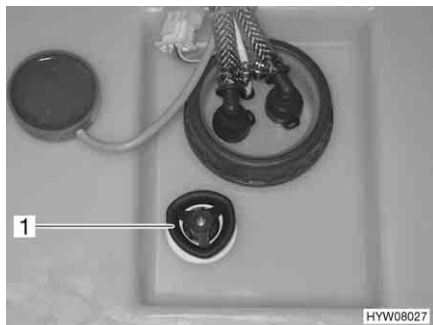

Fig. 114 Serbatoio dell'acqua con maniglia girevole
- Sul serbatoio dell'acqua ruotare la maniglia girevole (Fig. 114,1) in senso antiorario, oltre la resistenza verso l'esterno fino all'arresto, per aprire completamente l'apertura di scarico.